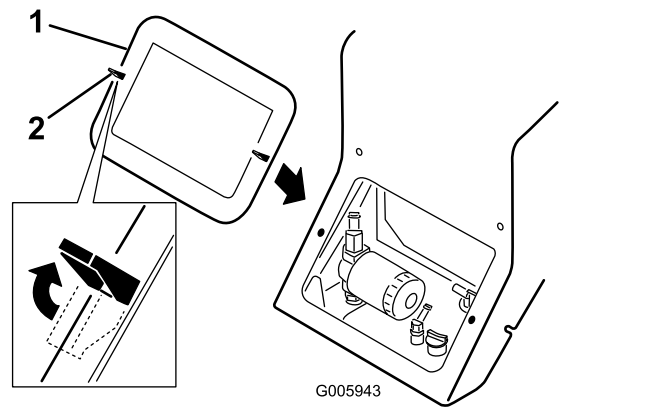

Bild 22
- Lösen Sie die zwei Blockierzangen (Bild 22 oben, linke Zunge ist abgebildet).